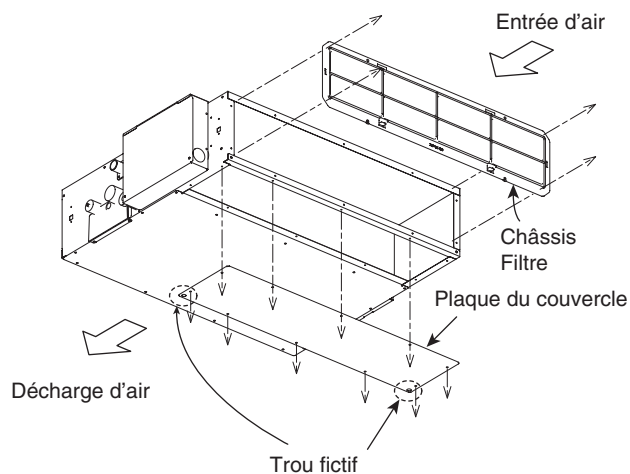

Fig. 3-4
- (1) Enlevez le filtre du châssis. Enlevez la plaque du couvercle. (Fig. 3-4)